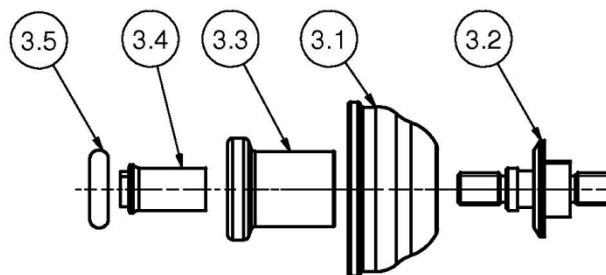

Bild 9 – Ventilkegel Einzelteile
- Ventilkegel (3) mit Maulschlüssel SW10 und SW6 demontieren. Hierzu die jeweiligen Schlüssel­flächen an dem Klemmstück (3.4) und an dem Einschraubteil (3.2) verwenden. Membrane (3.1) und O-Ring (3.5) entnehmen (siehe Bild 9).